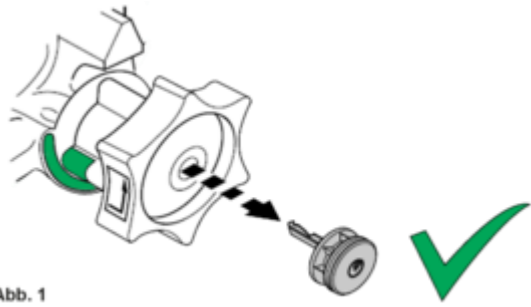

Abb. 1
2. Die Kugelstange von unten in das Aufnahmerohr einsetzen und hochdrücken. Der Verriegelungsvorgang wird hierdurch automatisch ausgeführt. Die Hand sollte sich dabei nicht im Bereich des Handrads befinden, sondern unter der Kugelstange. Nach dem Einrasten das Schloss schließen und **unbedingt den Schlüssel abziehen (Abb. 1). Damit ist die Kugelstange im Aufnahmerohr gesichert.** Anschließend die Abdeckkappe auf das Schloss drücken.
- Markierung "**grün**" des Handrads stimmt mit der Markierung "**grün**" der Kugelstange überein. **(Abb. 1)**